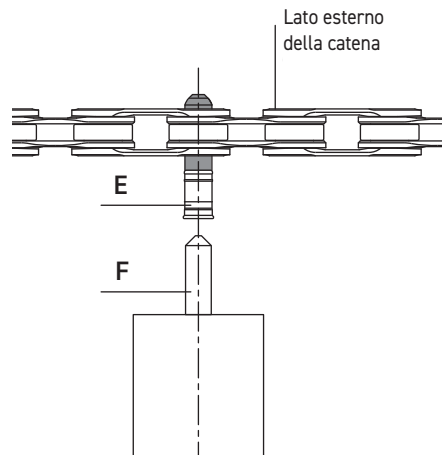

Fig.13
- Verificate che la punta conica dello spintore (F) (Fig. 13) sia in asse con il centro della bussola **ULTRA-LINK 5-CN-RE500 (11s) / 5-CN-SR600 (12s) (E)** (Fig. 13).